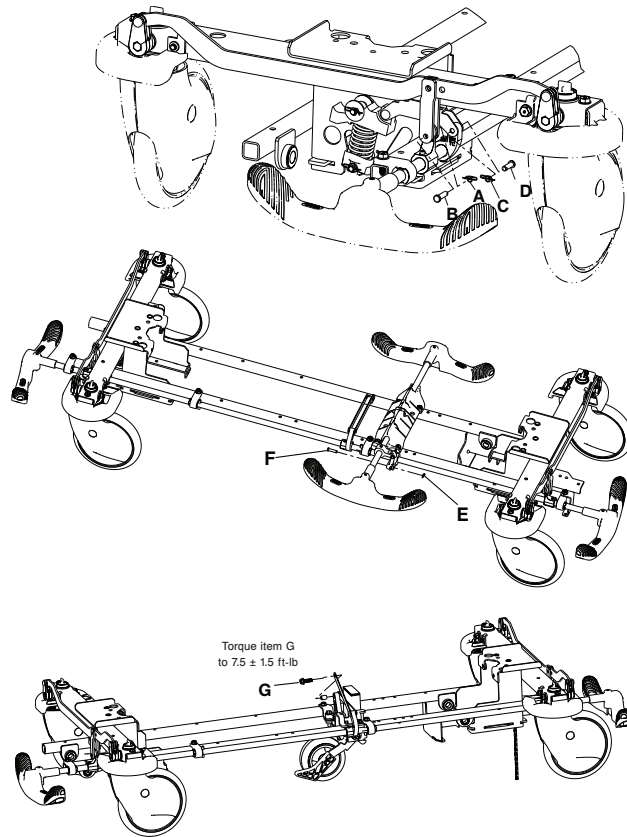

Figure 7 – Remplacer la tige de frein
5. À l'aide d'une pince à becs fins, retirer la goupille bêta (A) et l'axe à épaulement (B) qui fixent l'ensemble de la liaison du frein du côté tête à la manivelle d'activation du frein (Figure 7). Retirer le capuchon de la manivelle de la tige de frein. Conserver toutes les pièces.